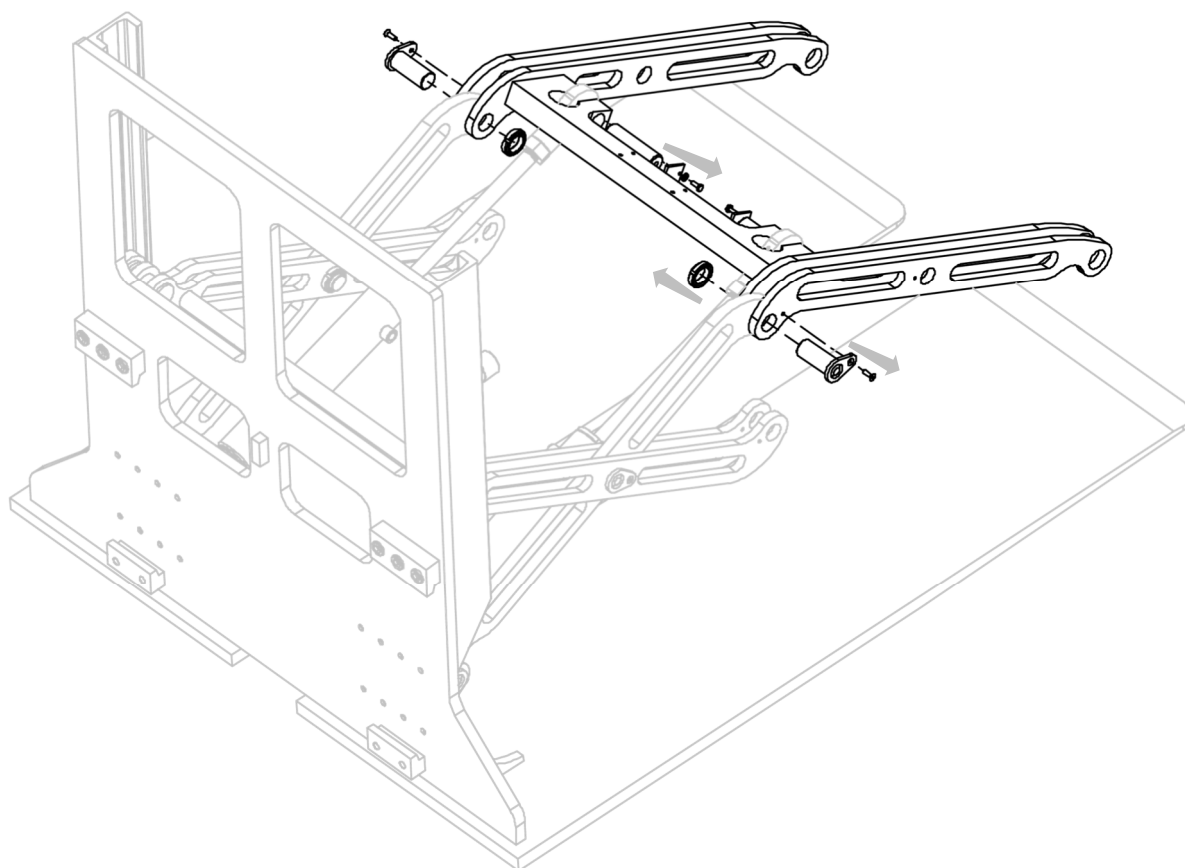

Figura 22
5. Extraer los cuatro pasadores que bloquean el par de brazos (ver *Figura 22*).